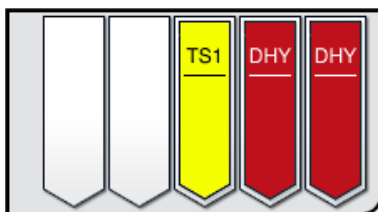

Abb. 85
- Nachdem ein Objektträgerhalter den Färbeprozess durchlaufen hat, wird dieser in die Ausgabeschublade (→ "Abb. 19-4") transportiert und in einer freien Position abgestellt (→ "Abb. 85"). Hierüber wird der Benutzer durch eine Meldung und durch einen Signalton informiert.